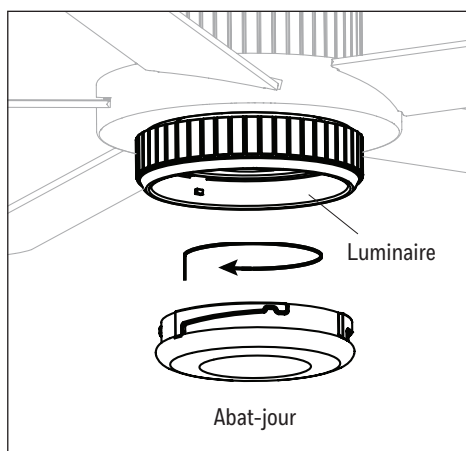

Figure 5.6
6. Fixez l'abat-jour au luminaire en tournant l'abat-jour dans le sens des aiguilles d'une montre jusqu'à ce qu'il soit fermement fixé au luminaire. **MISE EN GARDE :** Évitez de déformer le filetage en installant l'abat-jour. Si l'abat-jour fait l'objet d'une installation inadéquate, il pourrait être difficile à retirer ou même tomber, au risque de causer des blessures graves. (Figure 5.6).